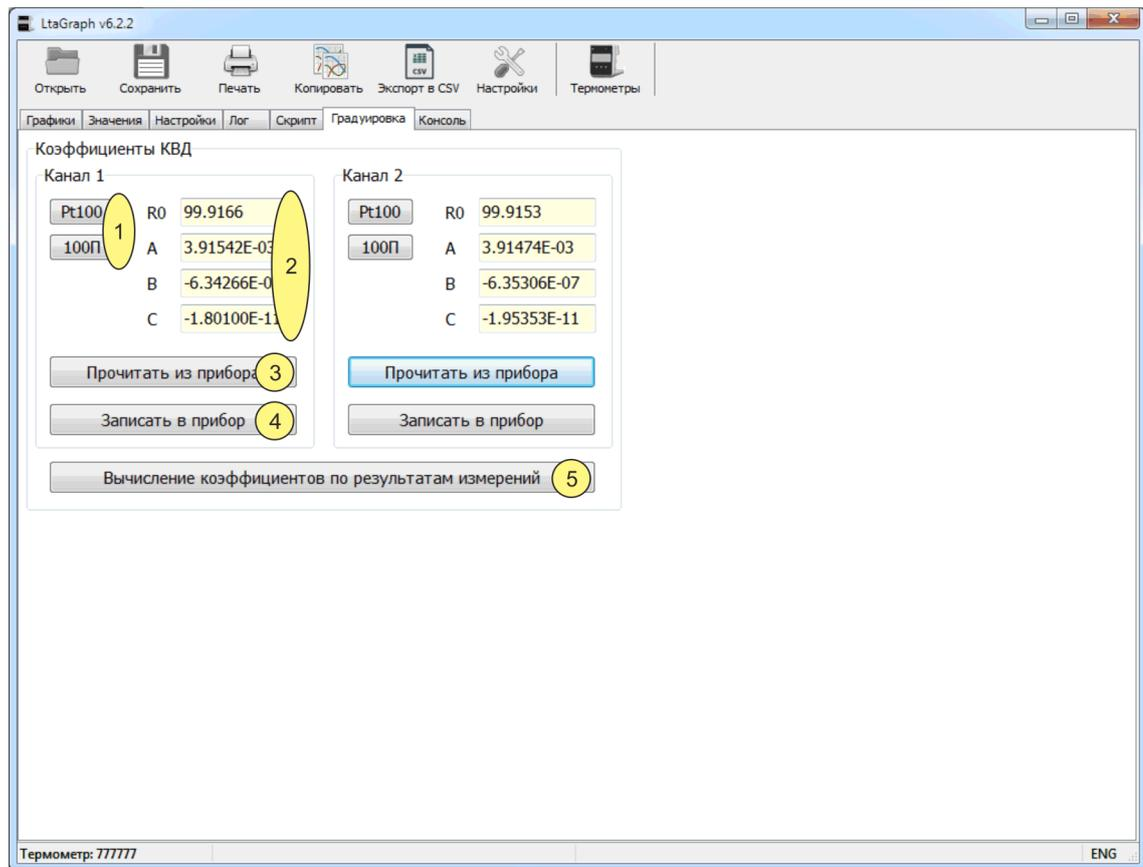
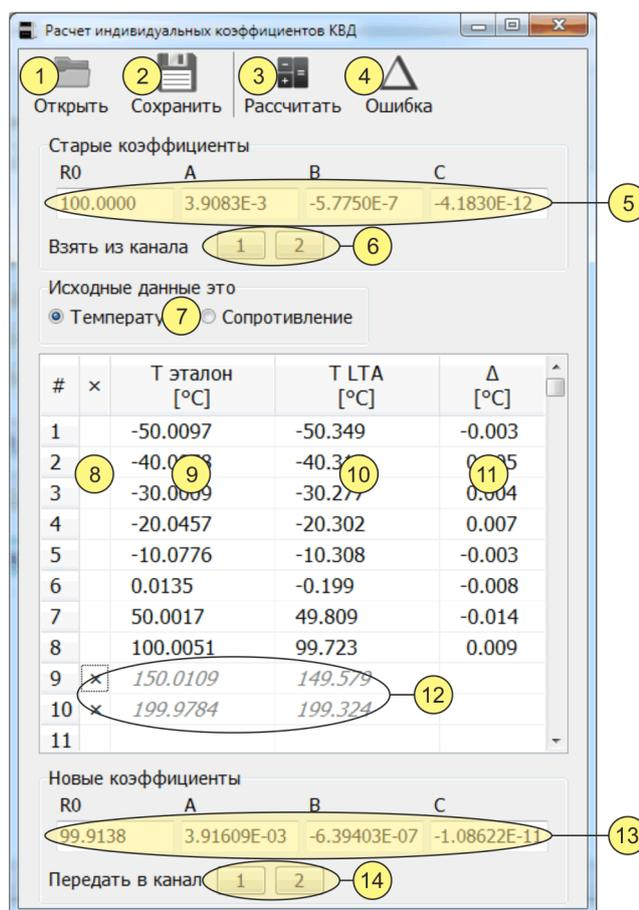

Рисунок 12 — Градуировка
Рисунок 13 — Расчет индивидуальных градуировочных коэффициентов
- 6 - кнопки для копирования коэффициентов из соответствующего поля 2 рисунок 12 в поле 5 рисунок 13;
- 14 - кнопки для копирования коэффициентов из поля 13 в соответствующее поле 2 рисунок 12.
2.19.1 Чтение или запись градуировочных коэффициентов выполняется в следующей последовательности (см. рисунок 12):
2.20.1 Вычисление индивидуальных градуировочных коэффициентов выполняется в следующей последовательности (см. рисунок 13):
- прочитать градуировочные коэффициенты из термометра, нажав кнопку 3 рисунок 12 выбранного канала;
- нажать одну из кнопок 6 рисунок 13, соответствующую выбранному каналу. В поле 5 будут скопированы текущие значения градуировочных коэффициентов. Также коэффициенты можно ввести вручную, и они должны точно соответствовать коэффициентам в термометре;
- скопировать новые градуировочные коэффициенты в поле 2 рисунок 12, нажав одну из кнопок 14, соответствующую выбранному каналу;
- сохранить результаты вычислений на диске компьютера, нажав кнопку 2 рисунок 13. В диалоговом окне указать имя файла, в котором будут храниться результаты. Сохраненные результаты впоследствии могут быть открыты при помощи кнопки 1;
- убедиться, что поле 2 рисунок 12 выбранного канала содержит новые градуировочные коэффициенты;
- записать новые градуировочные коэффициенты в термометр, нажав кнопку 4 рисунок 12 выбранного канала. После записи провести контрольное чтение коэффициентов.